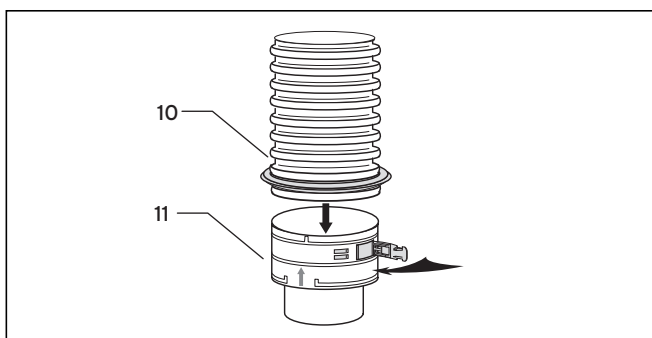

Bild 6.25 Skarvstycke med flexibel rökgasrör
- Montera på samma sätt som skarvstycket (se bild 6.25).